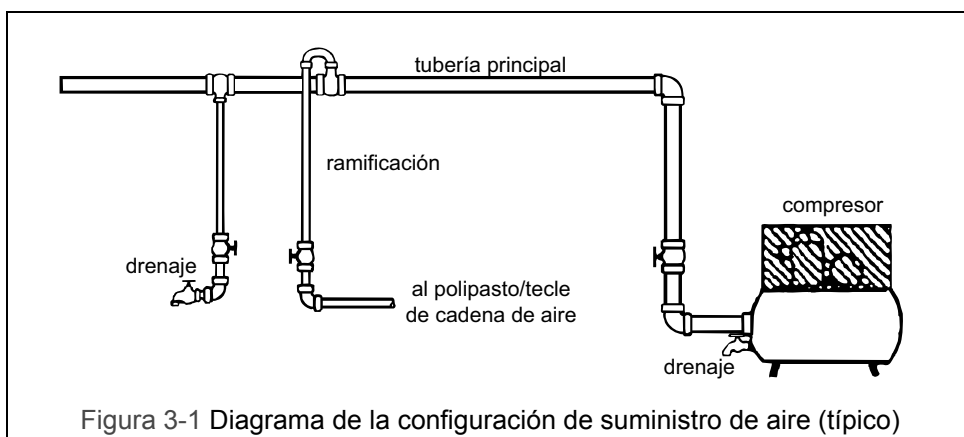

Figura 3-1 Diagrama de la configuración de suministro de aire (típico)
3.6.1 **⚠ PRECAUCIÓN** Configuración del sistema - El sistema se debe configurar como se muestra en la Figura 3-1. Como la humedad tiende a acumularse en sistemas de aire comprimido, éstos se deben drenar periódicamente para evitar la corrosión.